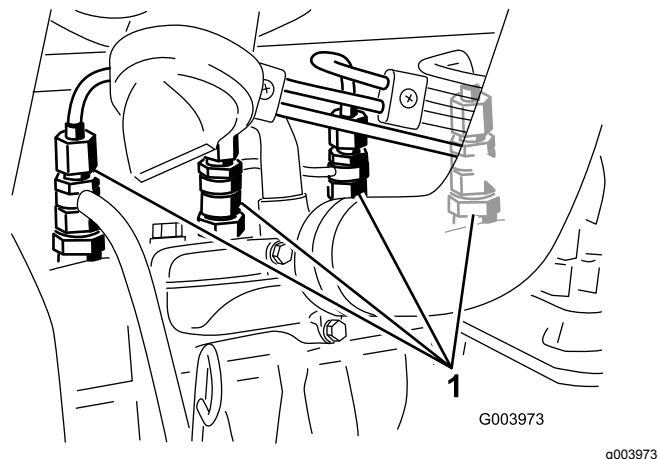

Рисунок 37
1. Ослабьте соединитель, который крепит трубку к соплу №1 и держателю в сборе (Рисунок 37).